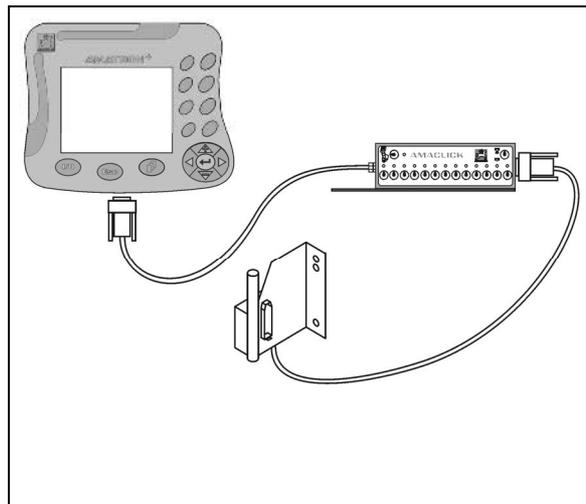

Рис. 116
- без джойстика в соответствии с Рис. 116.